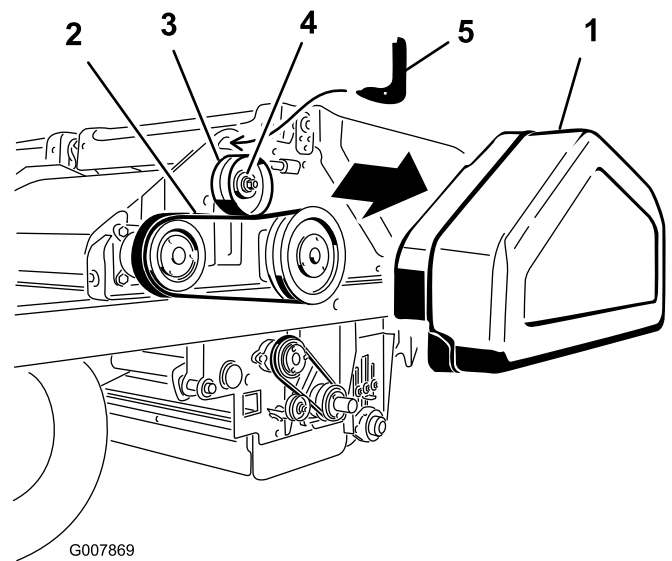

Figura 58
1. Togliete il paracinghia (Figura 58).
2. Allentate il dado sulla puleggia tendicinghia (Figura 58).
3. Inserite l'estremità a gancio del tenditore della cinghia nel foro sopra la puleggia tendicinghia (Figura 58).
5. Inserite la chiave torsionometrica da 1/2 pollici nel foro del tenditore della cinghia (Figura 58).
6. Ruotate il tenditore verso di voi fino a serrarlo a 345 kPa, quindi serrate il dado della puleggia tendicinghia mantenendo sempre la coppia (Figura 58).